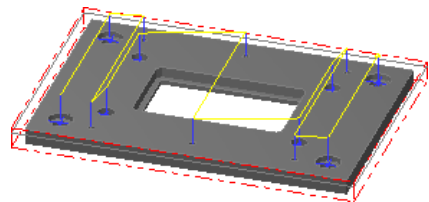

图 2.20 刀具路径
(1) 在“2D 刀具路径 - 钻孔/全圆铣削 深孔钻-无啄孔”对话框的刀具列表中双击该刀具，系统弹出“定义刀具-机床群组-1”对话框。
(2) 设置刀具号码。在“定义刀具-机床群组-1”对话框中的 **刀具号码** 文本框中，将原有的数值改为 3。
(3) 设置刀具的加工参数。单击 **参数** 选项卡，在 **进给率** 文本框中输入值 50.0，在 **下刀速率** 文本框中输入值 50.0，在 **提刀速率** 文本框中输入值 200.0，在 **主轴转速** 文本框中输入值 1500.0。
(4) 设置冷却方式。在 **参数** 选项卡中单击 **Coolant...** 按钮，系统弹出“Coolant...”对话框，在 **Flood**（切削液）下拉列表中选择 **On** 选项。单击该对话框中的  按钮，关闭“Coolant...”对话框。
Step8. 单击“2D 刀具路径 – 钻孔/全圆铣削 深孔钻 – 无啄孔”对话框中的  按钮，完成加工参数的设置，此时系统将自动生成图 2.20 所示的刀具路径。